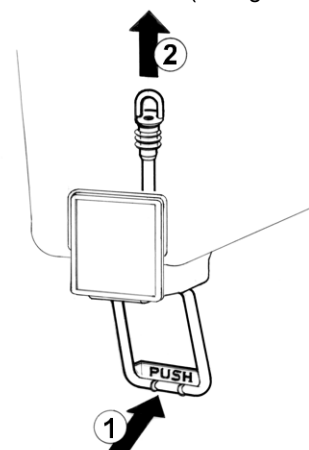

figura 3
- 5 **Grifo con tubo de goma:** empujar la palanca mando grifo (1) y sacar (2) el tubo goma de salida desde su situación vertical en el fondo del contenedor (ver figura 3).